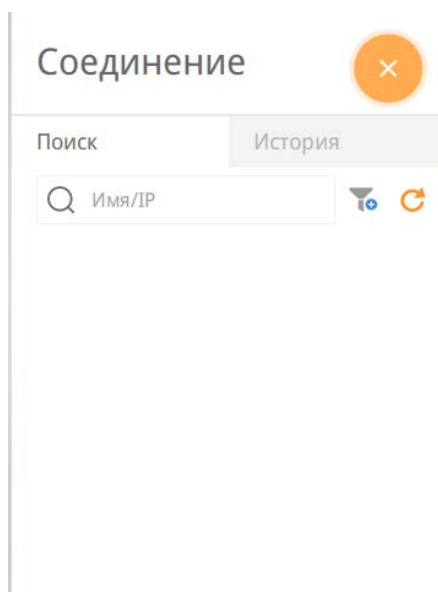

Рисунок 139 – Вкладка «Соединение→Поиск»
- Поиск (рисунок 139), где можно ввести имя устройства или его IP-адрес ;